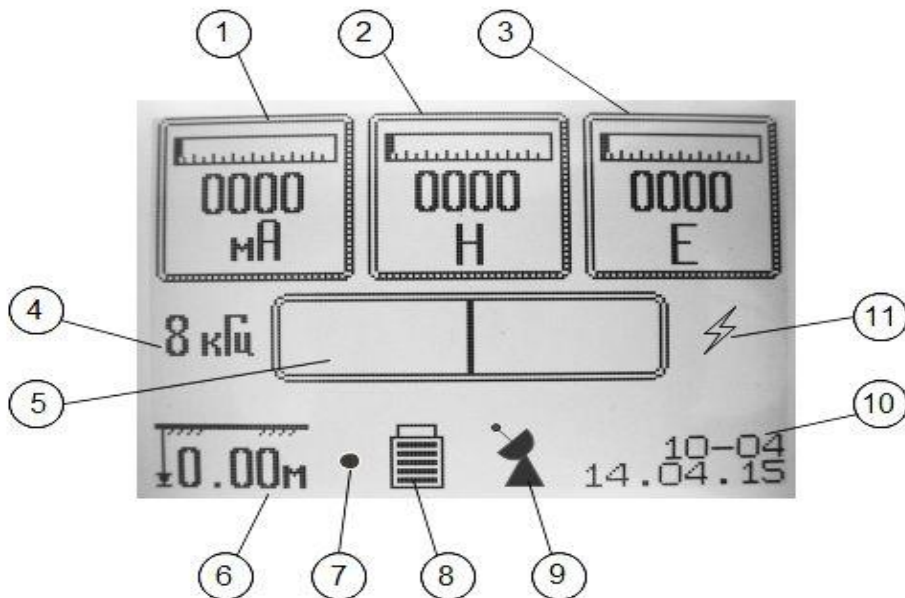

Рисунок 4.4
ка уровня», позволяющая оценивать момент приближения к оси трассы по количеству рисок. Чем больше отклонение полоски уровня и показания Н-поля, тем ближе оператор к оси трассы. После нахождения оси коммуникации, дальнейшая трассировка происходит по маркеру наведения (поз.5 рисунок 4.4).
5.11 Наблюдение всех определяемых величин производить по дисплею приемника (рисунок 4.4):